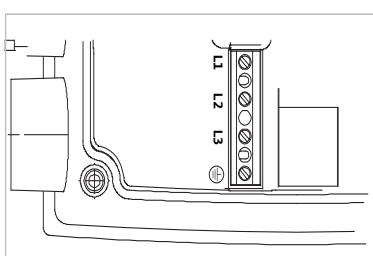

Fig. 24: Effektklemmer (nettklemmer)
- Effektklemmer (netttilkoblingsklemmer) (fig. 24)